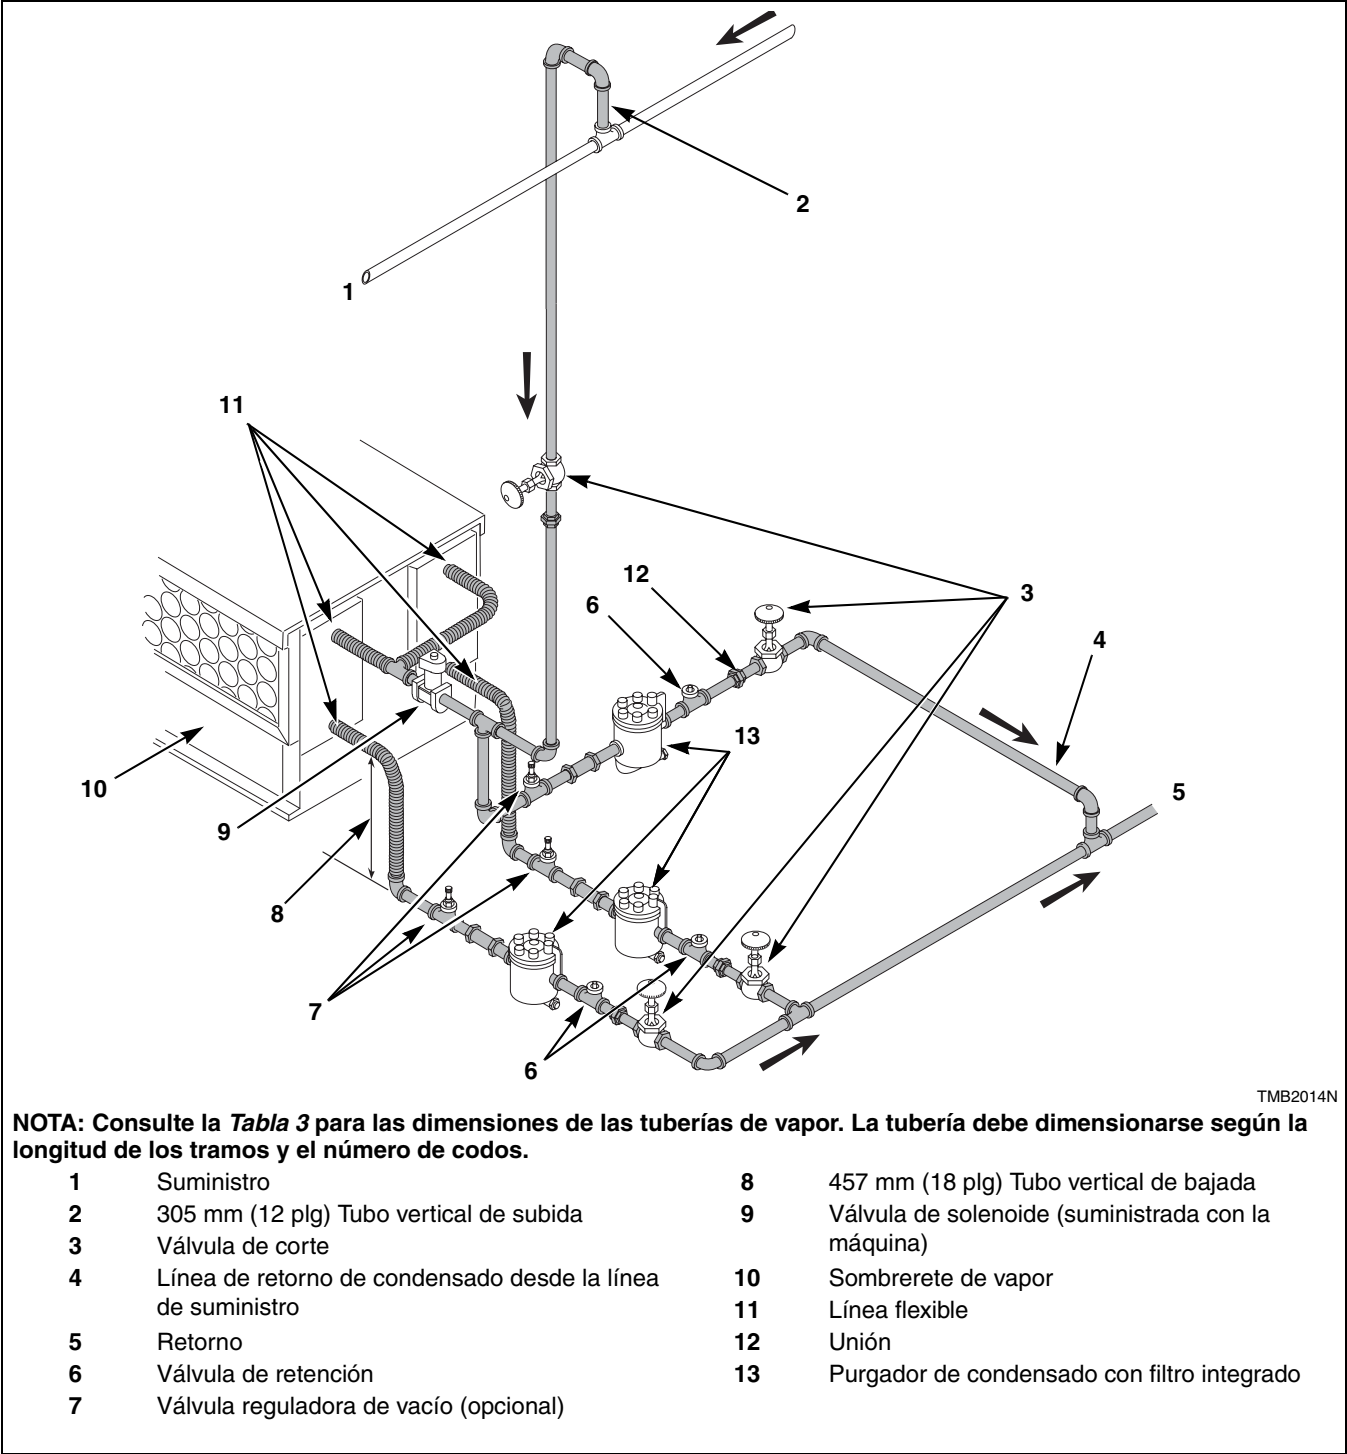
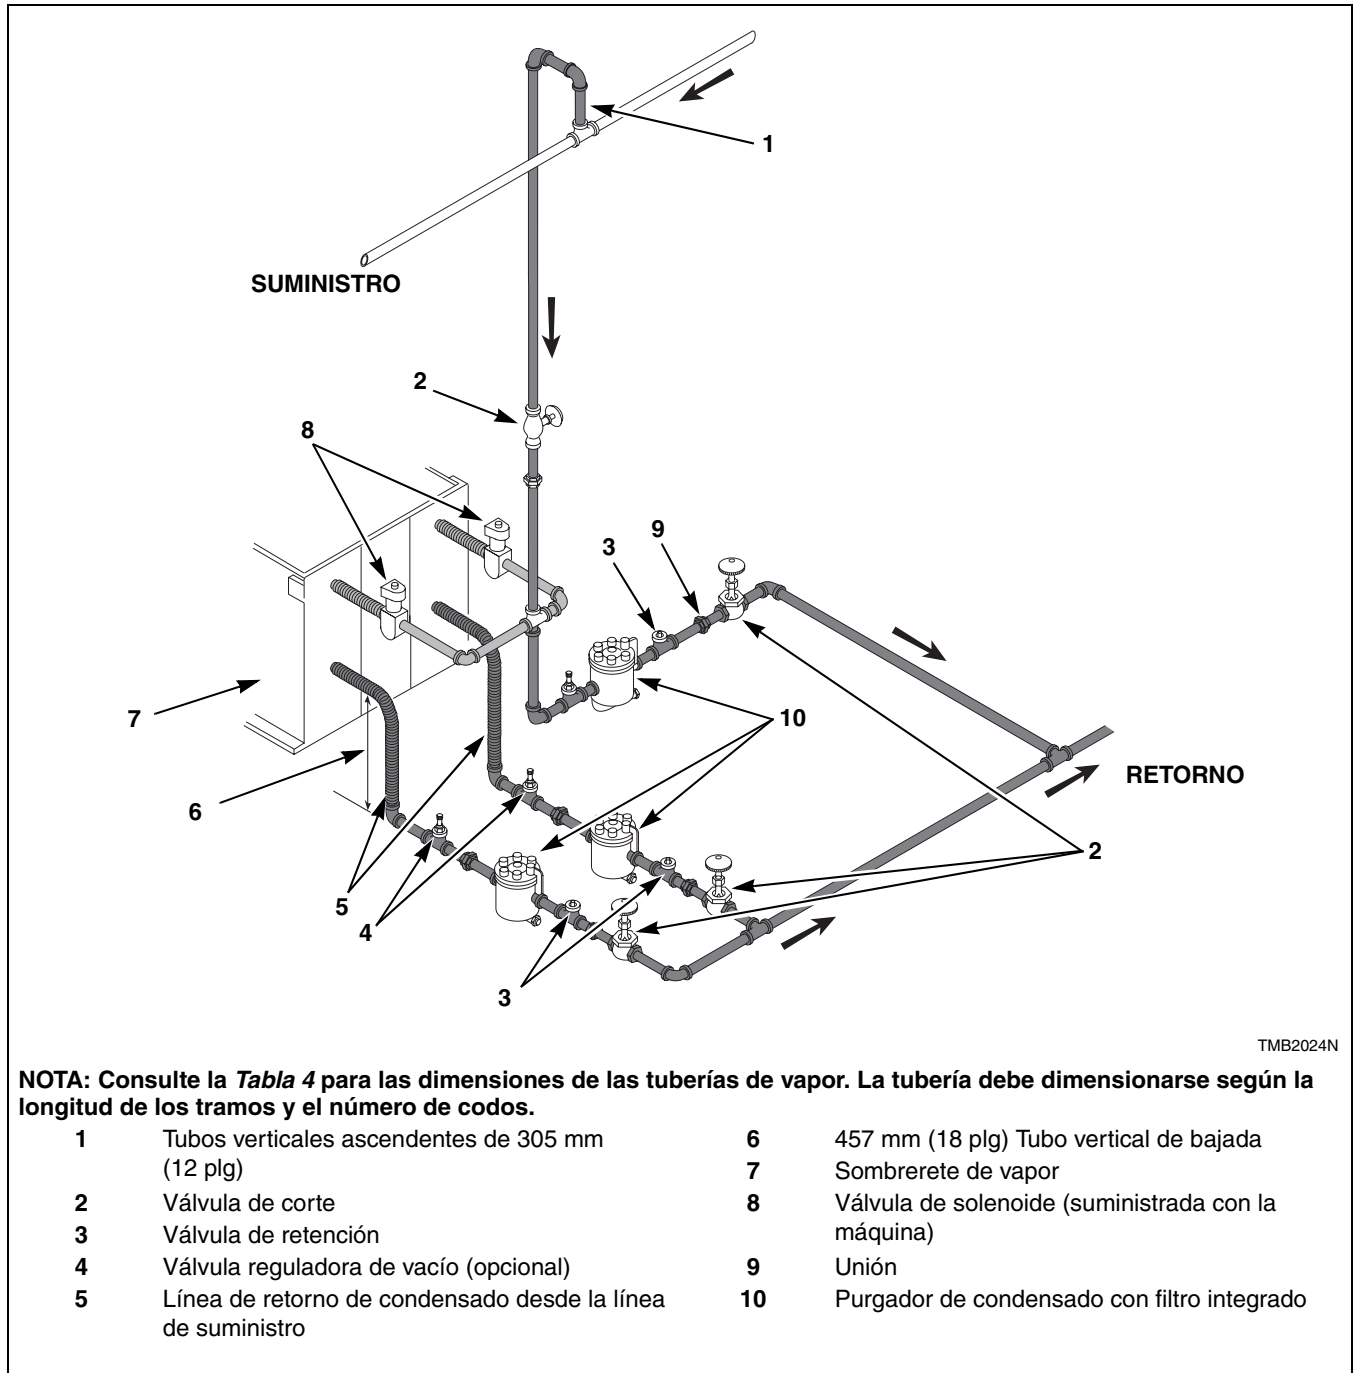

Figura 3
Figura 4
- Consulte la *Figura 3* y *Figura 4* para obtener las configuraciones apropiadas de las tuberías de vapor.